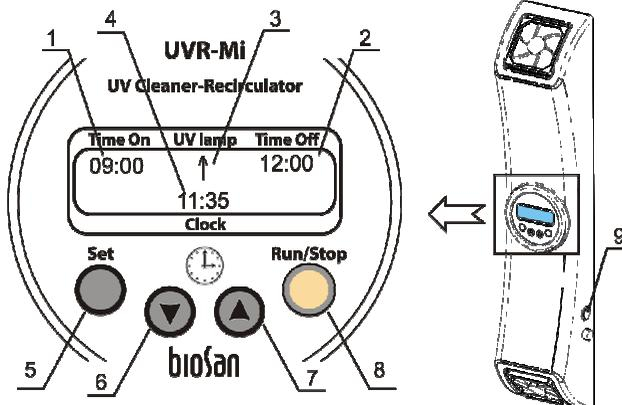

Abb. 4 Steuerung
- 4.2. Schalten Sie den Netzschalter ein (ON) (Abb. 4/9), der sich auf der Frontseite des Geräts befindet (Position I).
- Die Startuhrzeit der Luftstromrezirkulation im Automatikmodus – **Time On** (Zeit Ein) (Abb. 4/1);
- Die Enduhrzeit der Luftstromrezirkulation im Automatikmodus – **Time Off** (Zeit Aus) (Abb. 4/2);
- Betriebsanzeige des UV-Rezirkulators – **Uv lamp** (UV-Lampe) (Abb. 4/3);
- Echtzeit – **Clock** (Uhr) (Abb.4/4).
- 4.4. Halten Sie die Taste **Set** (Einstellen) (Abb. 4/5) länger als 6 Sek gedrückt, um den Timer und den Uhrzeiteinstellmodus zu aktivieren. Wählen Sie die Parameter für **Clock** (Uhr) aus (der aktive Parameter blinkt; jedes Drücken der Taste **Set** (Einstellen) aktiviert die Parameter nacheinander).
- 4.5. Benutzen Sie die Tasten ▲ (Abb.4/6) und ▼ (Abb.4/7), um die erforderliche Uhrzeit einzustellen (Hinweis: Wenn die Taste länger als 2 Sek gedrückt wird, erhöhen sich die Änderungsgeschwindigkeit der Werte).
Drücken Sie auf die Taste **Run/Stop** (Laufen/Stop) (Abb. 4/8), um den Rezirkulator zu starten oder anzuhalten (das Zeitintervall des automatischen Modus hat Vorrang vor dem manuellen Modus).
Während des Betriebs des Rezirkulators erscheint auf dem Display das Symbol „↑“ (Abb.4/3).
4.8.1 Halten Sie die Taste **Set** (Einstellen) (Abb. 4/5) länger als 6 Sek gedrückt, wählen Sie den Parameter **Time ON** (Zeit Ein) (Abb. 4/1) (Rezirkulationsstartuhrzeit) und benutzen Sie die ▲ und ▼ Tasten, um die Stunde der gewünschten Startuhrzeit einzustellen. Durch Drücken der Taste **Set** (Einstellen) können Sie anschließend zur Einstellung der Minuten überzuwechseln.
4.8.2 Wenn die Startuhrzeit eingestellt ist, wechseln Sie zur Einstellung der Parameter **Time Off** (Zeit Aus) (Fig. 4/2) und geben auf dieselben Weise die gewünschten Werte ein.
Achtung! Wenn Sie die Taste Set (Einstellen) (Abb. 4/5) im Laufzeitmodus der Lampe länger als 10 Sek. gedrückt halten, setzt die Einstellungen des Timers zurück.